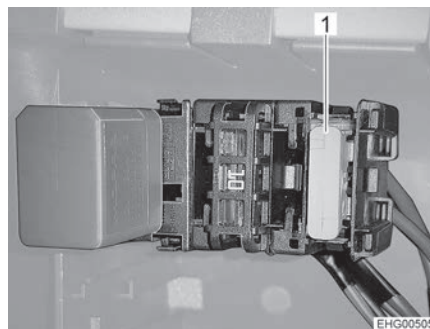

Fig. 165 Fusibile sul montante B, lato destro del veicolo (Stellantis)
- Sostituire il fusibile (Fig. 165,1).